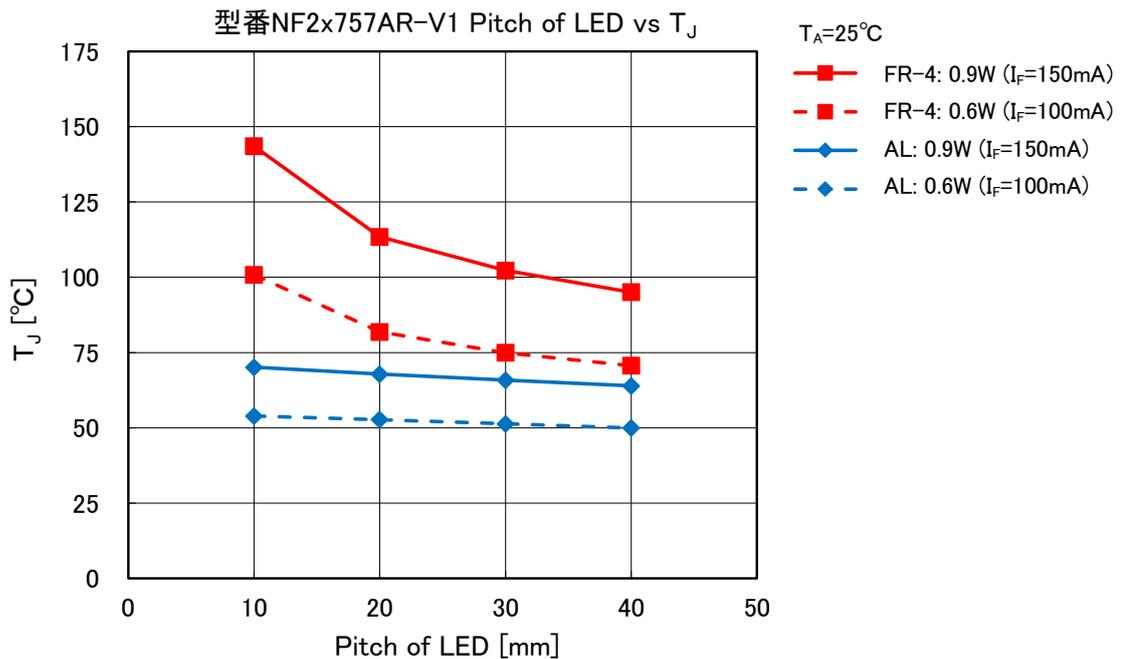

図 3. 型番 NF2x757AR-V1 評価結果
0.6W($I_F=100\text{mA}$)と 0.9W($I_F=150\text{mA}$)における LED 実装ピッチと中心 LED の T_J の関係を図 3 に示します。FR-4 におけるこれらの条件下では、20mm 以上のピッチを設けることで相互影響は小さくなります。また、アルミ基板では 10mm ピッチでも相互影響は小さく、狭ピッチでの配置が可能です。